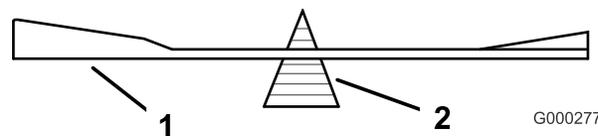
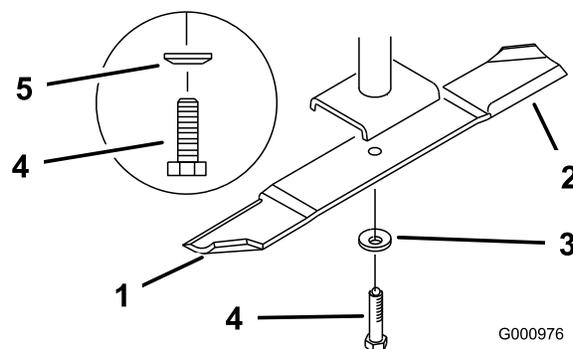

Figura 87
Figura 88
2. Retire del eje el perno de la cuchilla, la arandela de muelle y la cuchilla (Figura 88).
2. Verifique el equilibrio de la cuchilla colocándola sobre un equilibrador de cuchillas (Figura 87). Si la cuchilla se mantiene horizontal, está equilibrada y puede utilizarse. Si la cuchilla no está equilibrada, rebaje algo el metal en la parte de la vela solamente (Figura 88). Repita este procedimiento hasta que la cuchilla esté equilibrada.
1. Instale la cuchilla en el eje (Figura 88).
2. Instale la arandela de muelle y el perno de la cuchilla. El cono de la arandela de muelle debe estar orientado hacia la cabeza del perno (Figura 88). Apriete el perno de la cuchilla a 115–149 Nm.